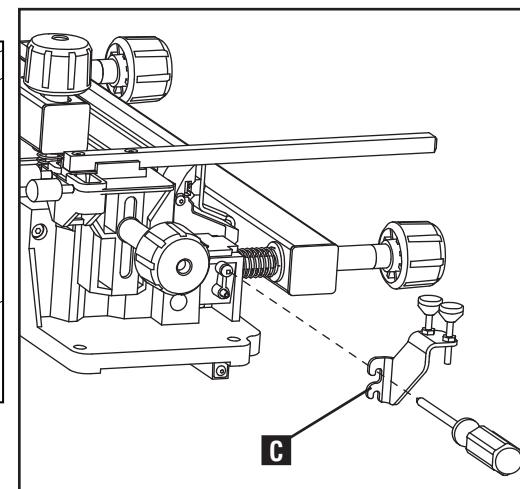

Fig. D2
Si vous utilisez le gabarit miniature à doigt variable, assurez-vous d'installer la jauge appropriée pour la mèche de profondeur de la toupie comme en (C), Fig. D2.
Lors de la fixation des guides de profondeur (C) Fig. D2, serrer d'abord la vis supérieure de l'embase suivie de la vis inférieure (dans cet ordre) de manière à fixer solidement le guide en place sur le côté de l'embase. Au moment de serrer les vis, il est important de remarquer que le guide de profondeur va se déplacer pour s'insérer, seul, au bon endroit sur l'embase, en autant qu'AUCUNE PRESSION ne soit appliquée sur ce dernier. L'application de pression sur le guide lors du serrage des vis aura probablement pour résultat que le guide ne sera pas bien aligné, ce qui pourrait produire un réglage inadéquat des profondeurs de toupillage des fraises.